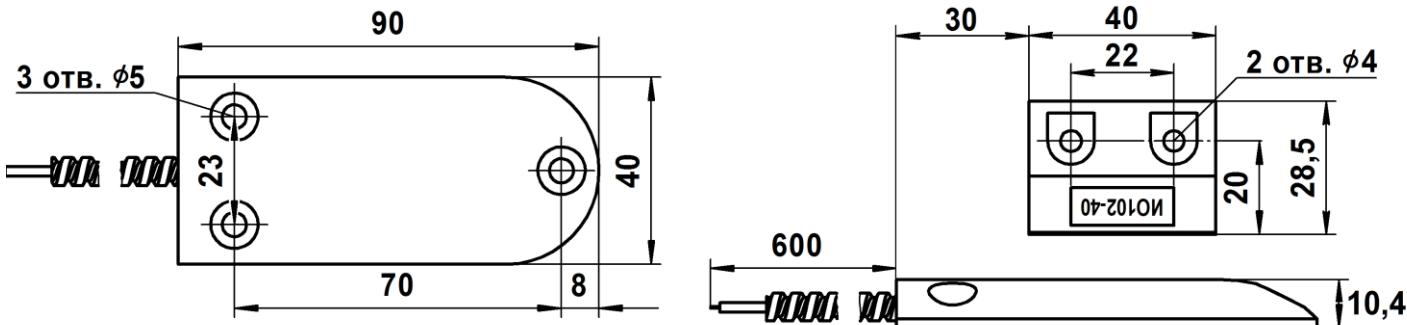
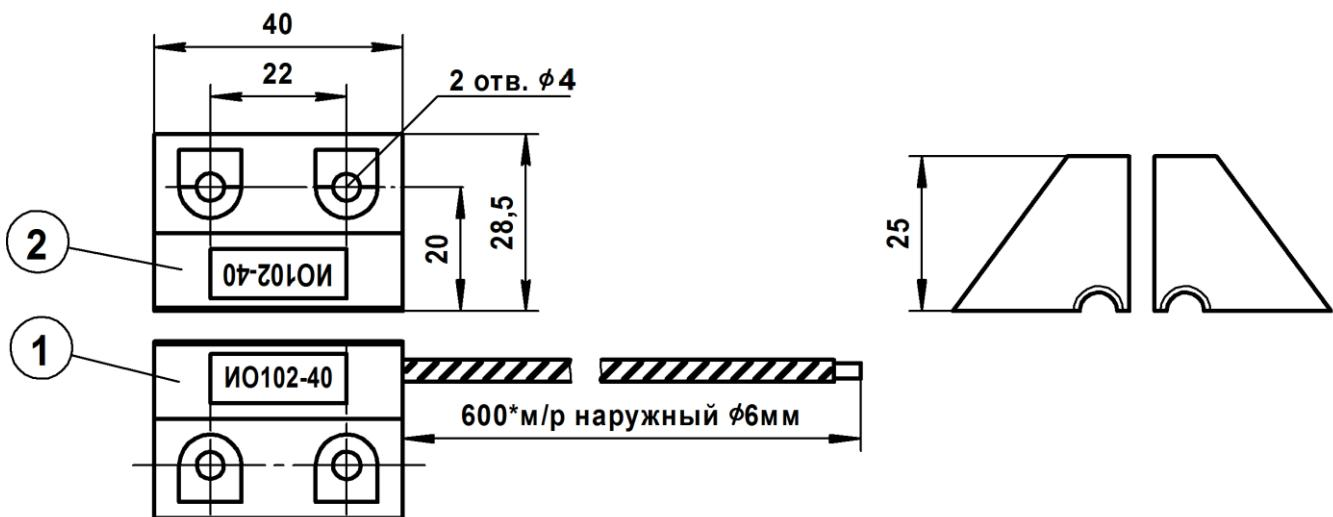

Рис.1
Рис.2
| 1 | ИО102-40 А2П | Рисунок 1 | с двумя контактами (рис.3а) | пластик | (1) без рукава |
| 5 | ИО102-40 Б2П | Рисунок 2 | с двумя контактами (рис.3а) | пластик | (2) пластик |
| 9 | ИО102-40 Б2П В | Рисунок 1 | с двумя контактами (рис.3а) | пластик | (3) металл |
1.13 Расположение и диаметр крепежных отверстий ИО 102-40 приведены на рис.1 и рис.2.